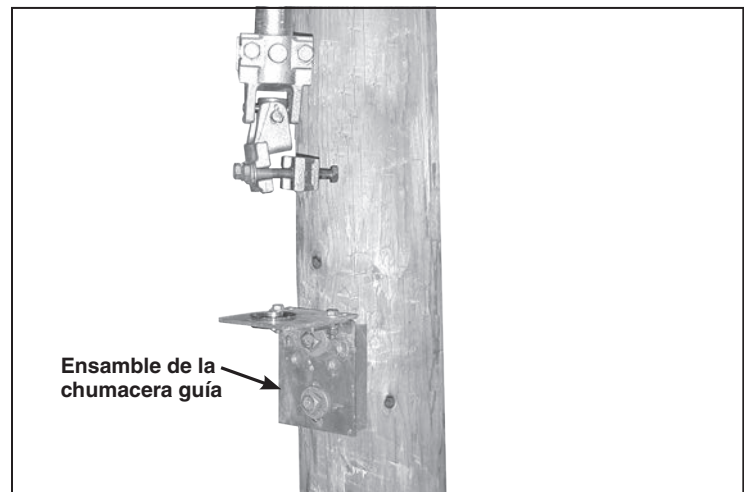

Figura 17. Instale el ensamble de la chumacera guía.
**PASO 15.** Posicione e instale el ensamble de la chumacera guía en el poste según las dimensiones que se muestran en el plano de montaje. Ver Figura 17.